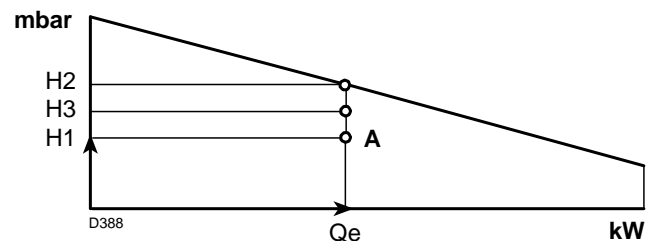

Abb. 40
Punkt A, der innerhalb des Betriebsbereichs bleiben muss (Abb. 40).
- 4 -Ziehen Sie eine Senkrechte vom Punkt A, Abb. 40, und lesen Sie den maximalen Druck H₂ des Betriebsbereichs ab.
Ist H₃ größer als H₁, wie in Abb. 40, kann der Brenner den geforderten Durchsatz erzeugen.